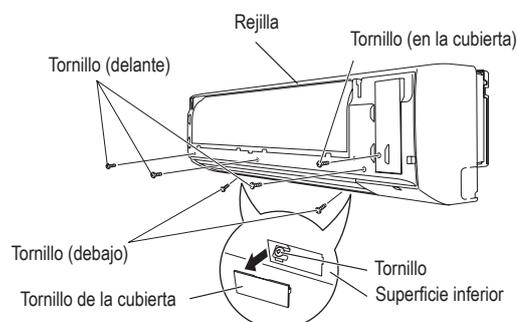

Fig. 5-13
- (3) Sacar los 3 tornillos de la cara frontal de la unidad y extraer las cubiertas de la superficie inferior. Luego sacar los 2 tornillos. (Fig. 5-13)
- (4) Sacar el tornillo de la tapa de la derecha y sacar la tapa. (Fig. 5-13)